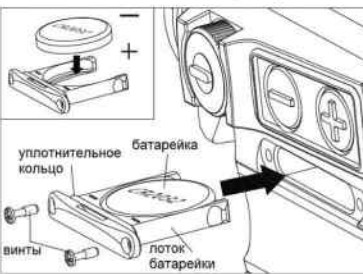

рис. 2-2
- 2) Установка батарейки (см. Рис. 2-2):